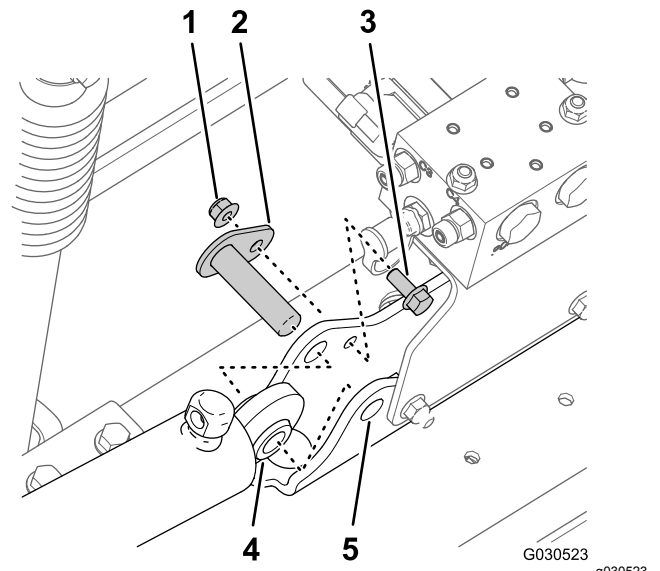

図 64
4. ピボットピンをシリンダマウントに固定しているフランジロックナット5/16 インチとフランジヘッドボルト5/16 x 3/4 インチを取り外す 図 64。
5. 機体から、ピボットピンと昇降シリンダを外す 図 64。